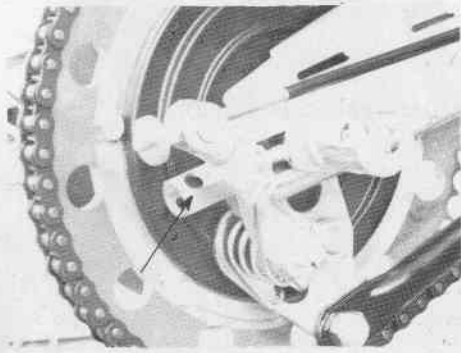

Fig. 25 - Tendicatena
- Svitare i dadi perno ruota e allentare i due tendicatena (Fig. 25).